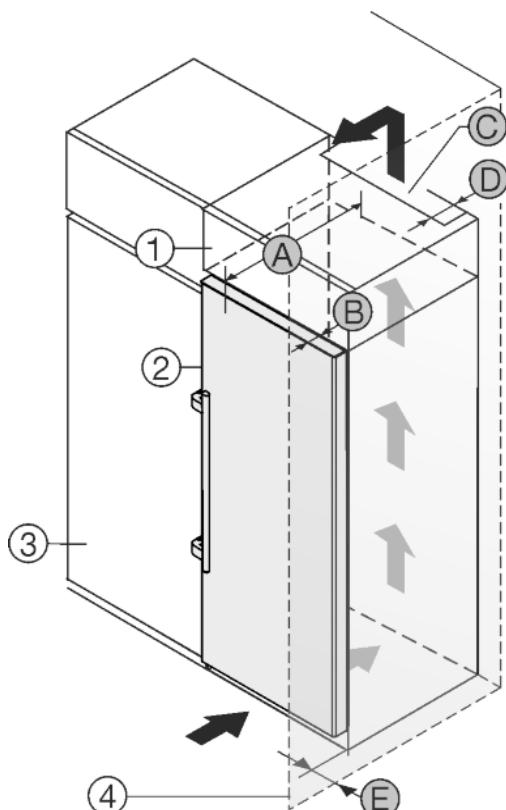

Fig. 19
Пристрій можна комбінувати з кухонними шафами. Для того, щоб пристрій Fig. 19 (2) вирівняти по висоті кухонної секції, на пристрій можна встановити антресольну секцію Fig. 19 (1).
Пристрій можна встановлювати безпосередньо поряд з кухонною шафою Fig. 19 (3). Для повного відкриття дверей пристрій повинен виступати на глибину Fig. 19 (B) відносно передньої панелі кухонної шафи. Залежно від глибини кухонних шаф та використання пристінних розпірок пристрій можна встановити так, щоб він виступав вперед.
- Задня сторона антресольної шафи повинна мати вентиляційний канал глибиною Fig. 19 (D) вздовж всієї ширини шафи.
- Під стелею приміщення слід дотримуватися поперечного перерізу вентиляційного відведення повітря Fig. 19 (C).
Якщо пристрій з шарнірами встановлюється поряд зі стінкою Fig. 19 (4), то між пристроєм та стінкою слід додержуватися відстані Fig. 19 (E). Це відповідає виступу ручки при відкритих дверцях.